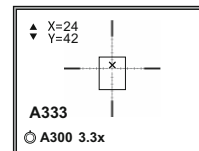
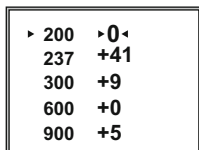

Fig.5
Fig. 8
10) Rotando el regulador, desplace la cruz auxiliar con respecto a la retícula hasta que la cruz auxiliar no coincida con el punto de impacto (Fig.5).
¡Atención! La cruz auxiliar puede desplazarse solamente dentro de los límites del cuadro limitador (Fig.5), lo que determina la banda de comprobaciones: 80 clics por la horizontal (+40/-40) 100 clics por la vertical (+50/-50).
- Los valores (por ejemplo, +41; +9; -19) indicados a la derecha de las distancias muestran la cantidad de clics en el eje Y, en que la posición de la retícula en otras distancias se diferencia de la posición de la retícula en la distancia básica **(Fig. 8)**. La indicación de la distancia utilizada se representa en la pantalla en el renglón del estatus (por ejemplo **A300**, : el perfil del arma **A**; la distancia de tiro de reglaje de 300 m) **(Fig. 5)**. Para modificar las coordenadas del tiro de reglaje para las distancias que se tienen: